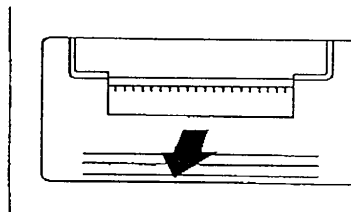

Fig. 2.4 Dépose du couvercle d'imprimante
(2) Poussez le couvercle d'imprimante dans la direction de la flèche comme indiqué à la fig 2.4 et déposez le.